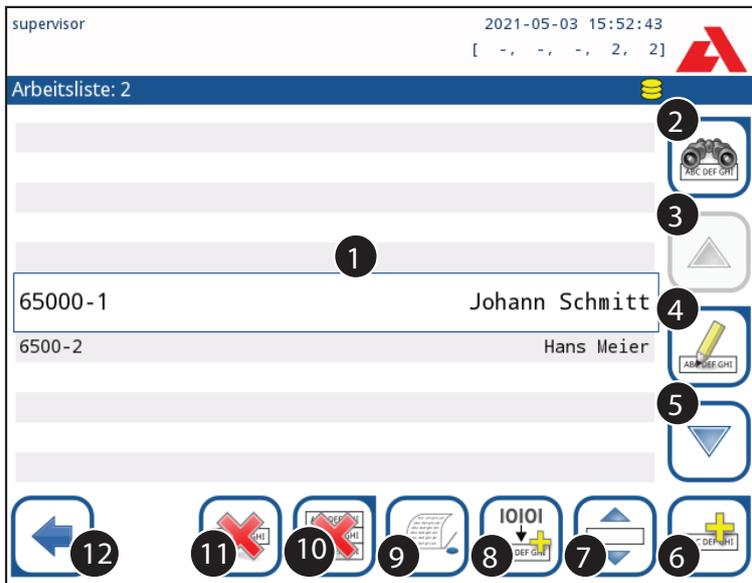

Abbildung 22: Menü zur Arbeitsliste
2. Das Menü zur Arbeitsliste (Abbildung 22) über den **Messbildschirm » Arbeitsliste** öffnen und die Schaltfläche **Arbeitsliste aus dem LIS herunterladen** anklicken.
Legende zu Abbildung 22: